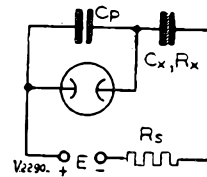
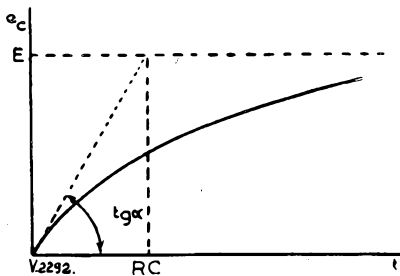

Fig. 1. Lekmeting met neonbuisje
Fig. 3. Verband tussen condensatorspanning en oplaadtijd
De antenne die hier beschreven wordt, bestaat in principe uit een verticale straler. Zoals bekend is een verticale straler – mits van de goede lengte – uitstekend geschikt om rond te stralen vanuit een vrij lage hoek en daarom goed bruikbaar voor dx-werk. De schrijver geeft aan, dat in het algemeen een verticale straler van 0,58 golflengte de meeste van deze „low-angle”-straling afgeeft en wel volgens een stralingsdiagram als in fig. 1-A. Deze ideale antennelengte van 0,58 golflengte wordt nu gekozen voor de hoogste frequentie, waarvoor de antenne geschikt gemaakt wordt.
**Fig. 1.** Antenne-stralingsdiagrammen voor een 12 meter lange, verticale antenne. A: op 20 meter; B: op 40 meter en C: op 80 meter (resp. 0,58  $\lambda$ , 0,3  $\lambda$  en 0,16  $\lambda$  lang)
**Fig. 3.** De verticale antenne van W2EWP. De totale hoogte is maar 12 meter. Drie contra-stralers worden voor de 15 m band gebruikt. Voor de andere banden wordt gebruik gemaakt van een onder de antenne ingegraven tegencapaciteit.
Voor de 20, 40 en 80 m band hebben we dus een antenne van totaal 12 m lengte (fig. 3). Dit betekent op 20 m dus een lengte van 0,58 golflengte, of 0,3 golflengte op 40 m, of ca 0,16 golflengte op 80 m. Zie de diagrammen in fig. 1.